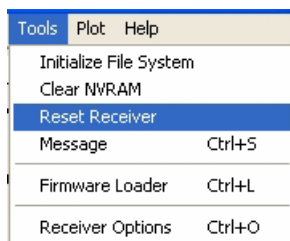

Рисунок 6-1. Tools->Reset Receiver
- Произведите аппаратный сброс приемника, используя TriVU: *Tools->Reset Receiver* (Рисунок 6-1) или с помощью MinPad (см. “MinPad” на стр. 16):